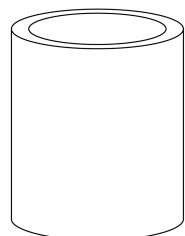

Figure 4 : Accessoire de sertissage Qualcrimp
• **Accessoire de sertissage Qualcrimp (Figure 4)**